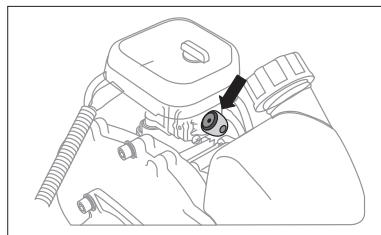

fig. 8
3. Pressez 5 à 7 fois un capot transparent de pomper en surplus le carburant (le primer) situé entre le filtre à air et le réservoir de carburant, pour remplir le carburateur par le mélange combustible (fig. 8). Dans ce cas on peut voir à travers le capot transparent l'arrivée du mélange combustible. Si le mélange combustible n'a pas rempli le capot pressez le primer encore quelque fois.